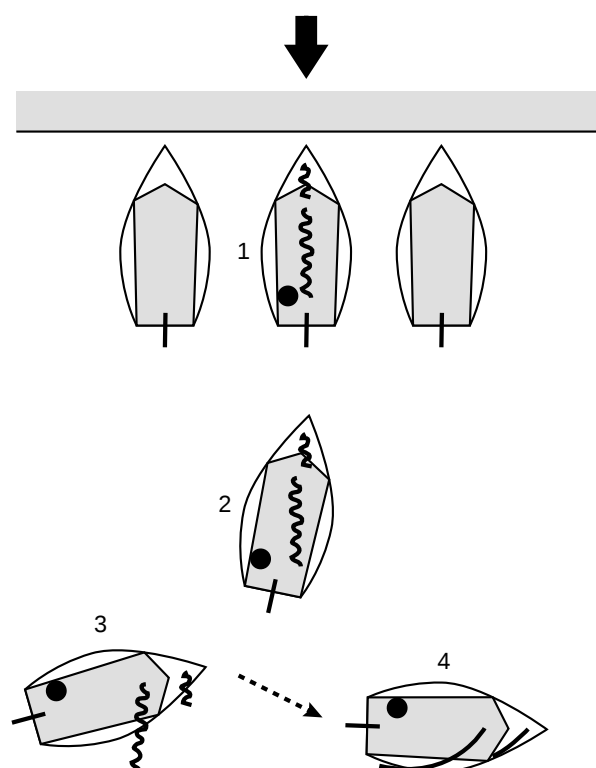

fig. 22: boot ligt ingesloten
- 1) als de boot ingesloten ligt deinsten we eerst totdat we vrij liggen. Vervolgens beginnen we het hiervoor beschreven manoeuvre. (fig. 22)